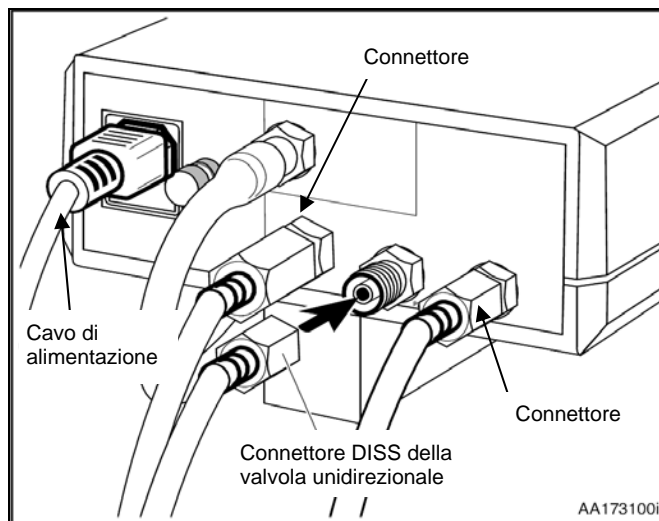

Figura 3. Connessioni sul retro dell'unità
Inserire il cavo di alimentazione nel connettore di ingresso sul retro dell'unità (Figura 3).
1. Collegare il raccordo esagonale DISS femmina del tubo del protossido di azoto al raccordo DISS maschio (N₂O INLET) sul retro del miscelatore (Figura 3). Inizialmente chiudere a mano, poi completare il serraggio con una chiave fissa da 7/8 di pollice (per circa 1/8 di giro). *Non serrare eccessivamente.*
2. Collegare il raccordo esagonale DISS femmina del tubo dell'ossigeno al raccordo DISS maschio (O₂ INLET) sul retro del miscelatore (Figura 3). Inizialmente chiudere a mano, poi completare il serraggio con una chiave fissa da 11/16 di pollice (per circa 1/8 di giro). *Non serrare eccessivamente.*
unidirezionale (N. parte 91505085) che va collegato direttamente all'uscita dell'O₂ sul retro dell'unità (Figura 3).